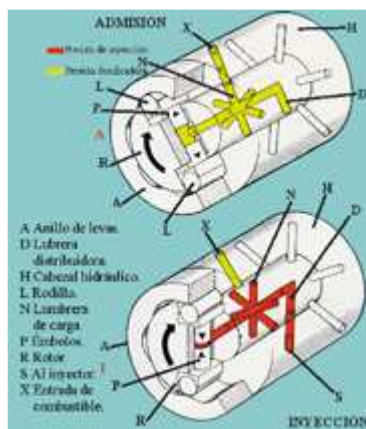

Fig. 30
**Principio de distribución de combustible (fig. 30)**